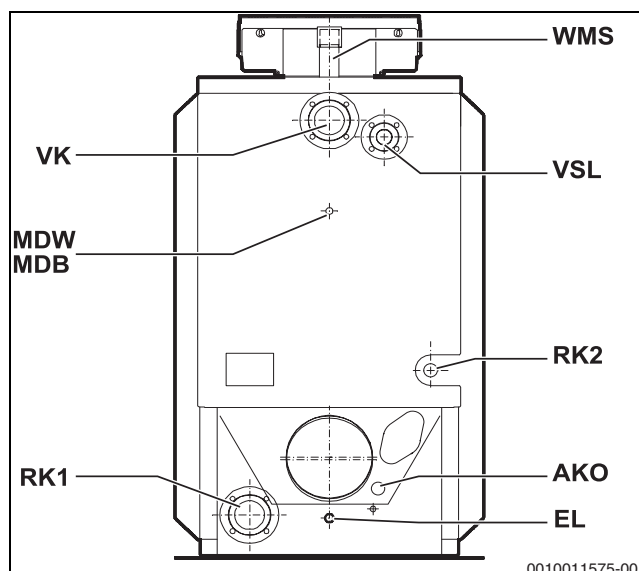

Fig. 12 Ligações da caldeira
- ▶ Válvula de segurança na ligação da tubagem de segurança do avanço [VSL] (→ fig. 12, página 20).